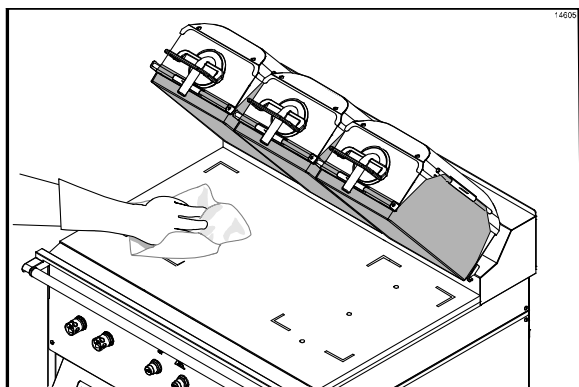

Figure 12
1. Nettoyer le gril avec un chiffon-gril trempé dans de l'aseptisant, afin d'éliminer tout débris sur le gril (Cf. Figure 12).